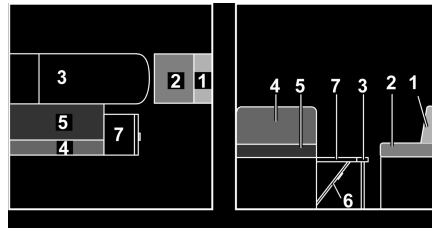

Fig. 132 Durante la transformación
- Plegar la prolongación del banco de asiento (Fig. 132,7) hacia arriba y colocar una cuña con la trampa.
- Quitar el cojín del respaldo del asiento longitudinal (Fig. 132,1) y ponerlo a un lado.
- Tirar el cojín del asiento del asiento longitudinal (Fig. 132,2) hacia delante hasta la mesa.
- Tirar el cojín del asiento del banco (Fig. 132,5) hacia adelante sobre la mesa.
- Plegar el cojín del respaldo del banco (Fig. 132,4) y tirarlo sobre la prolongación del banco.
- Colocar el cojín adicional (Fig. 132,9) entre el cojín del asiento y el del respaldo.
- Colocar los cojines adicionales (Fig. 132,10, 11 y 12) entre la pared lateral y los cojines sobre la mesa y el tablero.